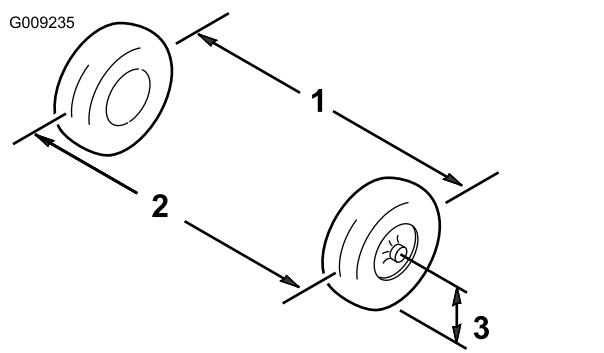

Figura 40
2. Mida la distancia entre los neumáticos delanteros a la altura del eje, en la parte delantera y trasera de las ruedas (Figura 40).